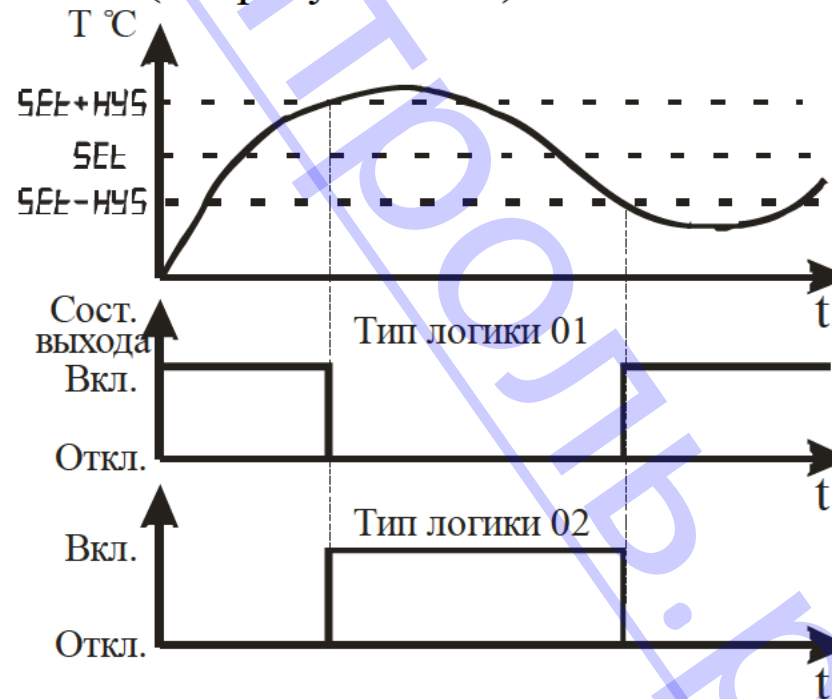

Рисунок 3.11 – Графическое представление типов логики работы выхода
3.3.2.8 Параметр “Тип логики работы прибора” определяет алгоритм управления исполнительным устройством (см. рисунок 3.11).